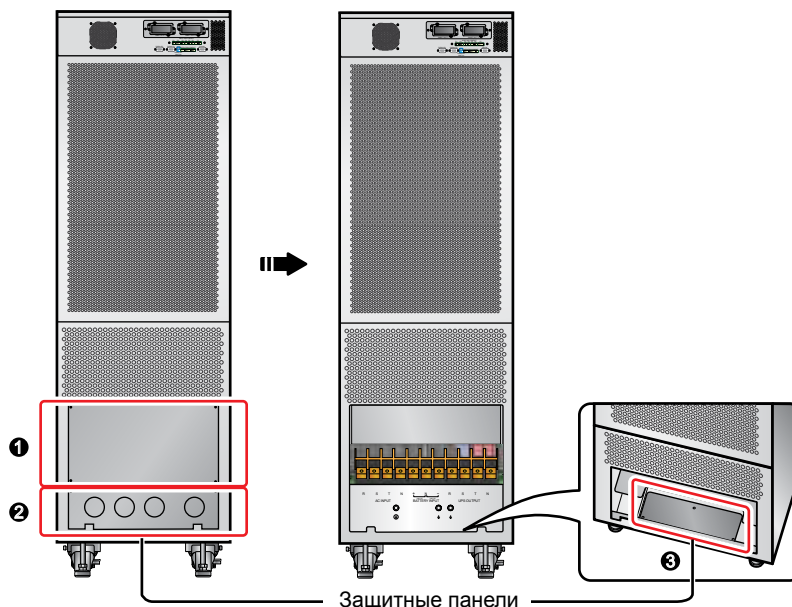

Рис. 5-5. Снятие защитных панелей для доступа к выводам ИБП
- 5 Встаньте напротив задней стенки ИБП. Снимите защитные панели для доступа к выводам ИБП, как показано на **рис. 5-5**.